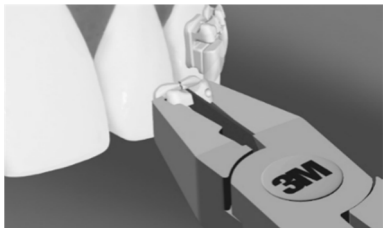

図 10
- 5) ブラケットを把持したまま注意深くエナメルから持ち上げ、口腔内からとり出す (図 10)。